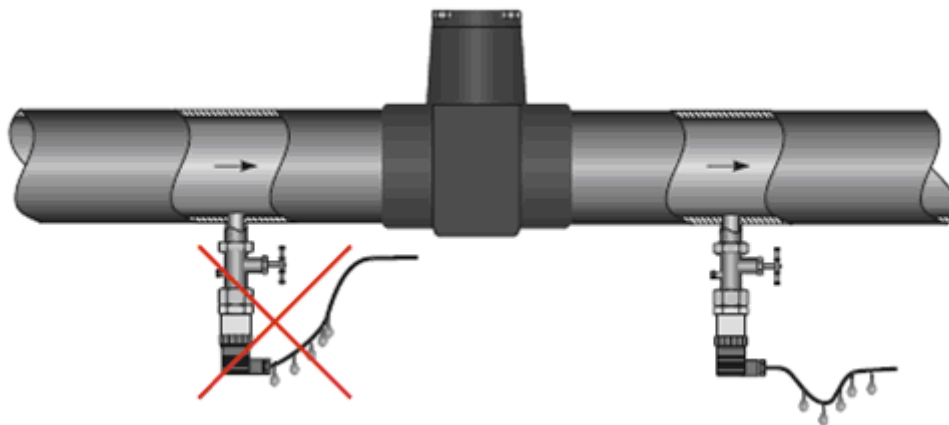

Рис. 4. Правильный и неправильный монтаж реле в случае наличия конденсата и запорного устройства.
2.4.5. Отборные устройства для установки реле желательно монтировать на прямолинейных участках, на максимально возможном удалении от насосов, запорных устройств, колен, компенсаторов и других гидравлических устройств. Особенно не рекомендуется устанавливать реле перед запорным устройством, если измеряемая среда – жидкость (см рис. 4). При наличии в системе гидроударов, рекомендуется применять реле в комплекте с демпфером гидроударов.